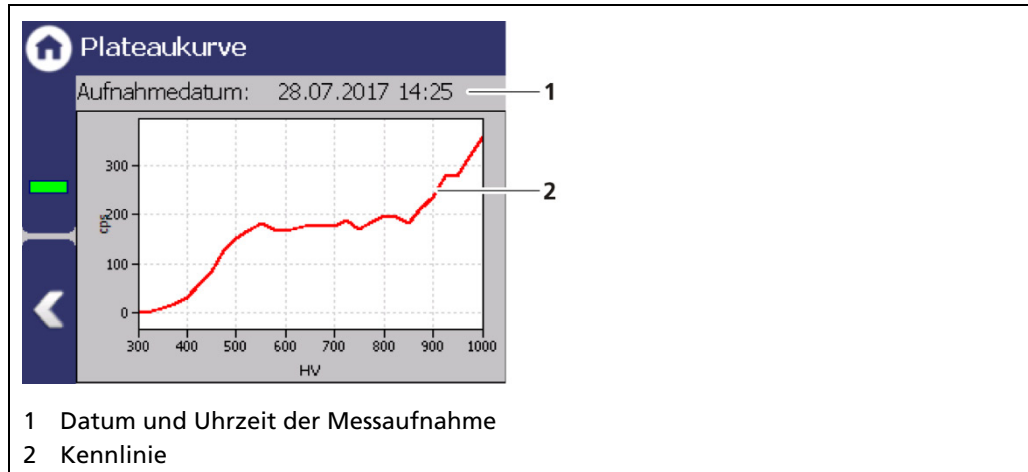
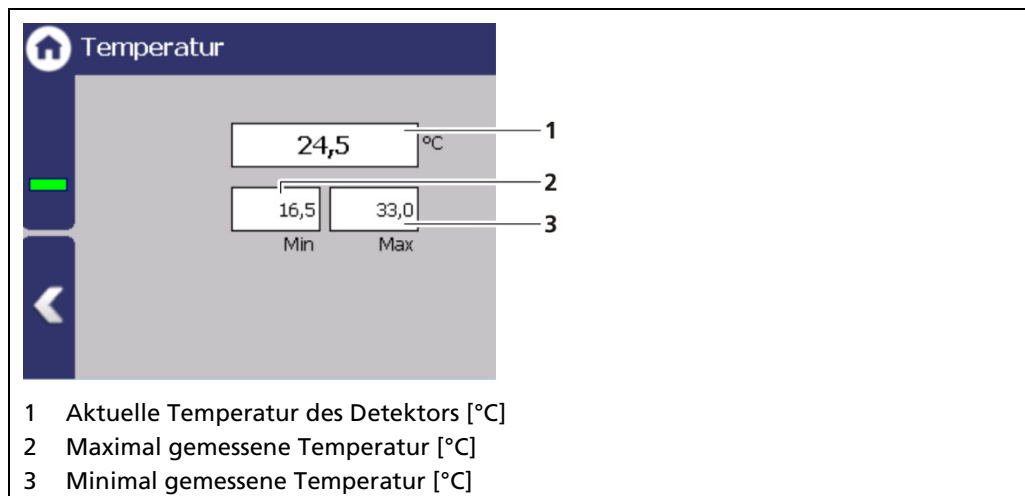

Abb. 51 Plateaukurve
Abb. 52 Temperatur des Detektors
- ▶ Die aufgenommenen Werte werden eingelesen und in die Tabelle (Abb. 51) eingetragen, die Plateaukurve (Abb. 52) gezeichnet und automatisch gespeichert.
- Klicken Sie die Schaltfläche <Plateaudaten exportieren> (Abb. 51, Pos. 4) an.
Unter „Plateaukurve“ wird die abgebildete Kennlinie (Abb. 52, Pos. 2) der letzten vollständigen Plateaumessung dargestellt.